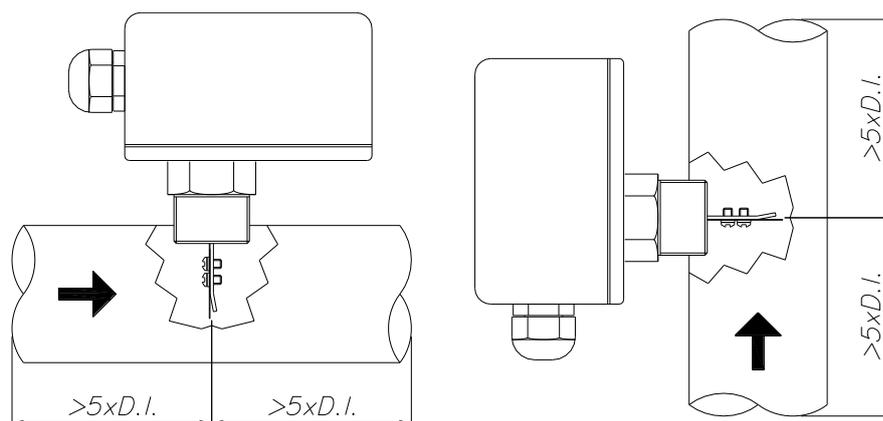

Fig. 6.1 – Instalação vertical (à esquerda)
- Certifique -se de que haja espaço livre para a instalação respeitando um trecho reto (antes e depois da conexão)equivalente a cinco vezes o diâmetro interno da tubulação ( $5 \times D.I.$ ), conforme Fig.6.1.